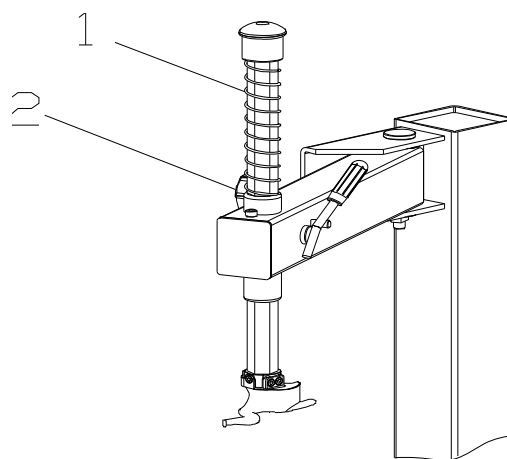

Рис. 4-10
<p>Установите пружину (1) на вертикальный шток. Установите винт, снятый с крышки штока, и вкрутите маховичок в резьбовую втулку консоли, как показано на рис. 4-10.</p>